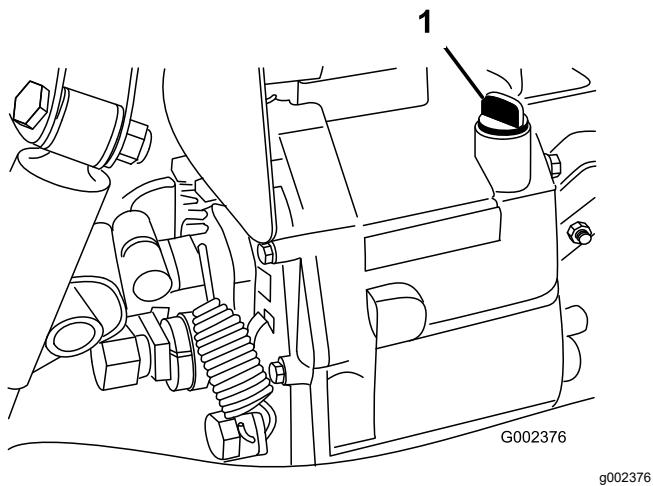

Figure 69
5. Nettoyez la surface autour de la jauge (Figure 69).